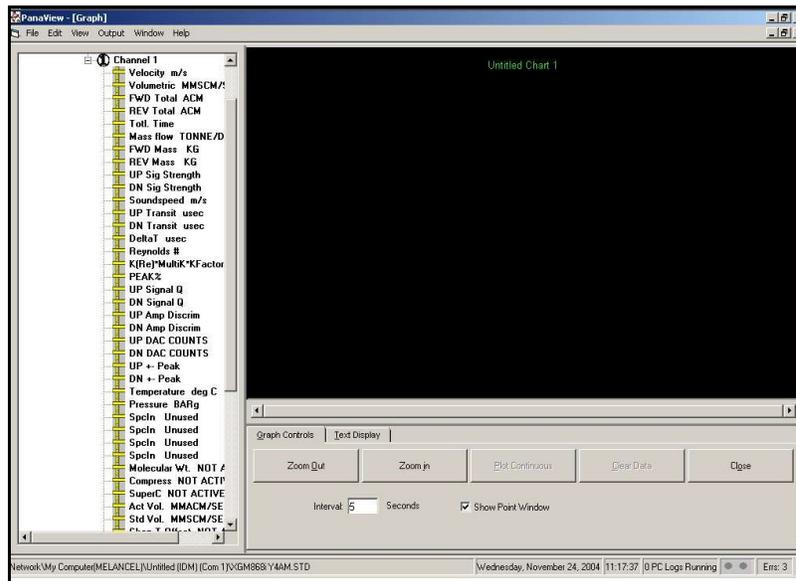

Figure 4: fenêtre Graph (Graphique)
3. À l'aide du menu *Window* (Fenêtre), agencez les fenêtres ouvertes dans le format souhaité. Pour illustrer cette procédure, la *Figure 4* ci-dessous présente la fenêtre *Graph* complètement développée (plein écran).